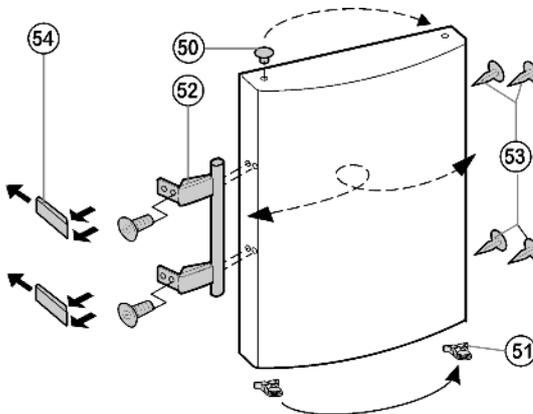

Fig. 14
- ▶ Estrarre il tappo Fig. 14 (50) dall'alloggiamento del supporto della porta e spostarlo.
- ▶ Smontare la maniglia della porta Fig. 14 (52), i tappi Fig. 14 (53) e le piastre di spinta Fig. 14 (54) e spostarli sul lato opposto.